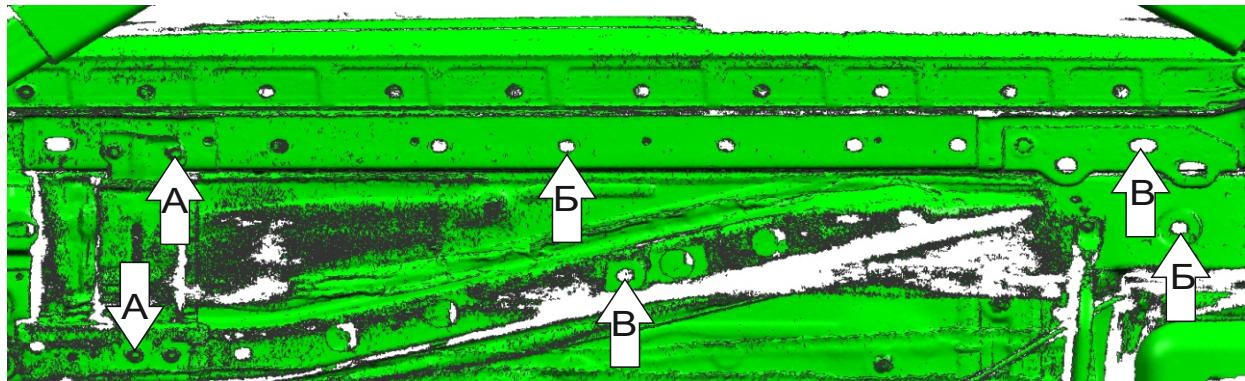

Рис. 1
- Выкрутить штатные болты «А». Извлечь заглушки в средней и задней частях порога. Вложить закладные M8x70/20 «Б»(закрепив их положение разогнув усики) и закладные M10x100/20 «В».(Рис. 1)